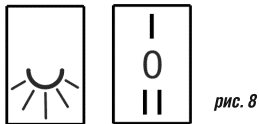

рис. 8
7.2 Включение вытяжки производится при помощи переключателей (рис. 8).